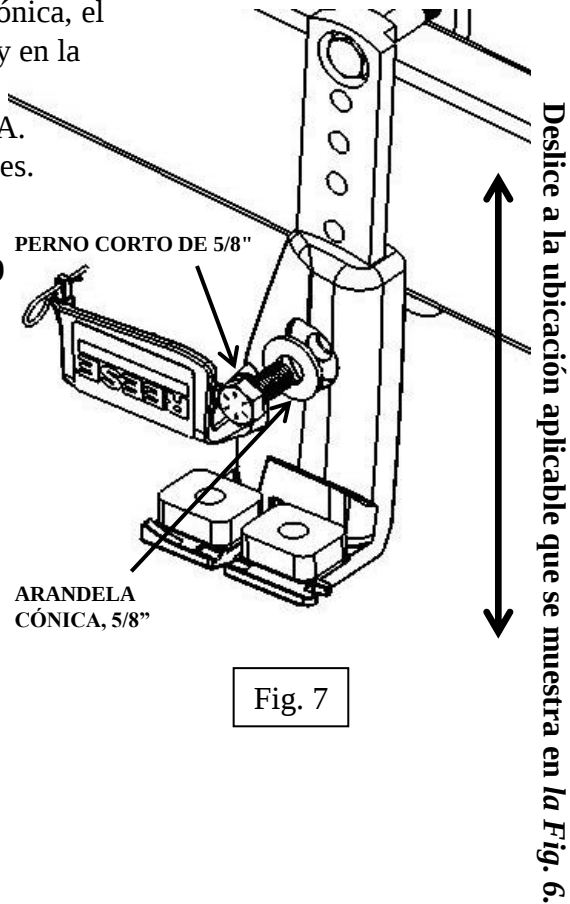

Fig. 7
10. Inserte el perno corto de 5/8" a través de una arandela cónica, el orificio de montaje del **soporte del bastidor ajustable** y en la **barra en T**. Apriete la tuerca a mano. (Ver Fig. 7)